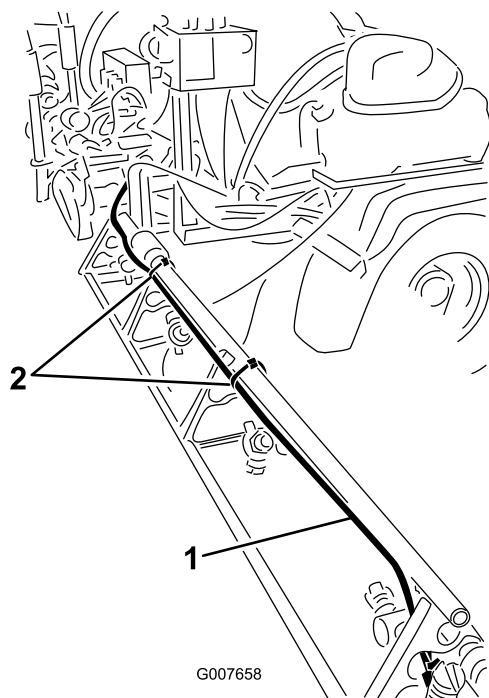

Figure 29
4. Acheminez les tubes à l'arrière de la barre de support supérieure de la section de rampe extérieure, comme montré à la Figure 29.
6. Attachez les tubes à la section de rampe extérieure à l'aide d'attache-câbles, comme montré à la Figure 29.